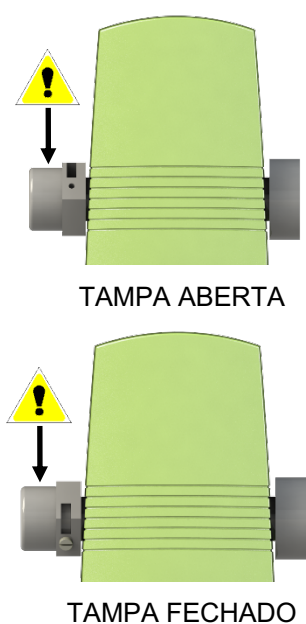

Fig. 4
4. Verifique se a tampa está na posição "fechada" e o parafuso roscado (fig. 4).